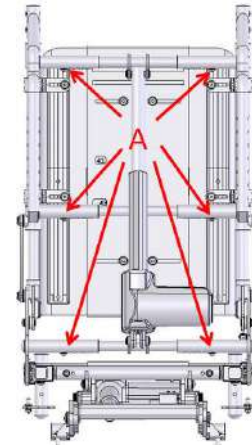

Figura 5-86
- Antes de ajustar el ancho de la placa del respaldo, retire los tornillos A. (Figura 5-86).